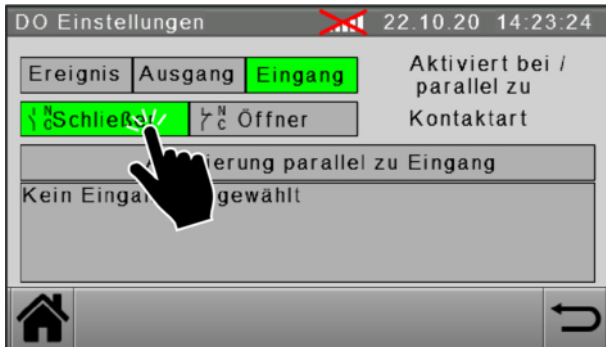

Abb. 87: DO Einstellungen - Eingang / Kontaktart
3. Kontaktart des Ausgangs wählen (siehe Abbildung 87).